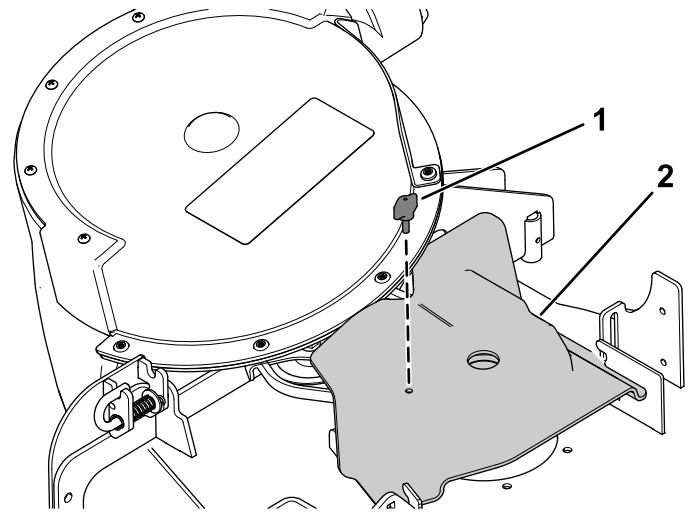

Figure 22
2. Recouvrez la courroie de ventilateur de son couvercle et fixez ce dernier avec le bouton (Figure 22).